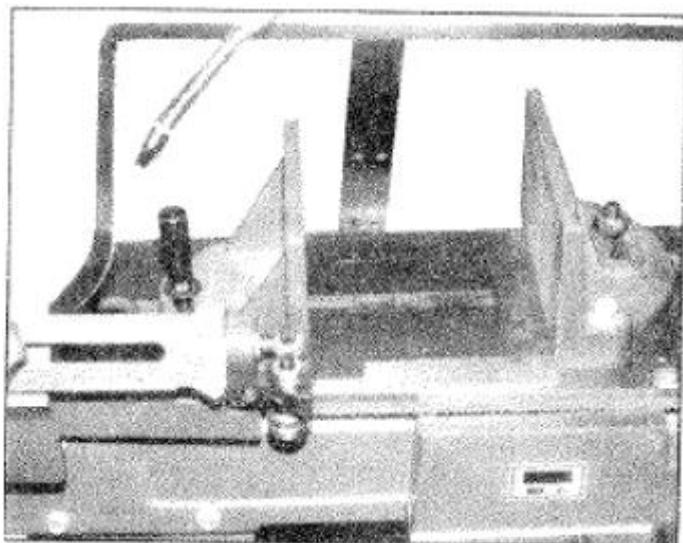

Рис. 12
2. Установите угольник в соответствии с рис. 12 на все длине тисков и полотна без отступа.